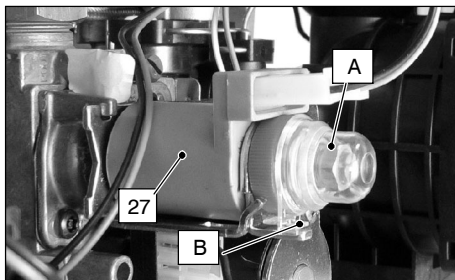

fig. 7.2
- 7 Rimuovere il tappino di protezione "A" dell'operatore modulante 27 in fig. 7.2 ruotandolo in senso orario per liberarlo dal fermo "B" e facendo leva con un cacciavite piatto nella scanalatura.
- 13 Rimontare il tappino di protezione "A" fig. 7.2